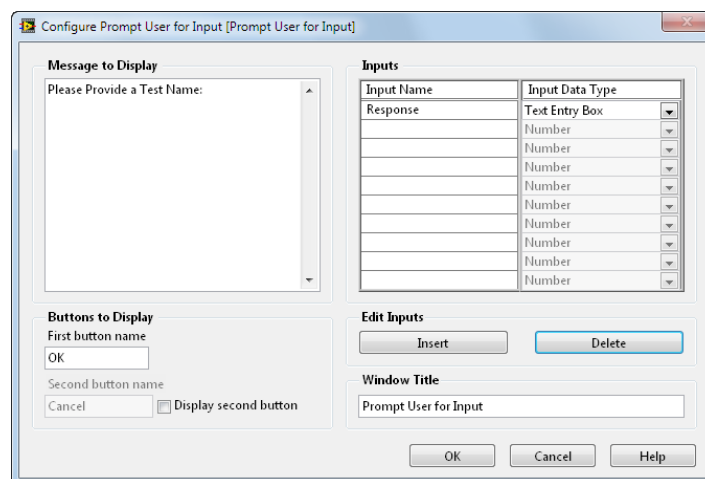

Figura 23. O VI Expresso Prompt User for Input é um modo fácil e rápido de obter
- h. Conecte a saída lilás **Response** do VI Expresso Prompt User for Input no loop While à entrada lilás **Comment** do VI Expresso Write to Measurement File conforme ilustrado na figura 23.
- i. Conecte a saída amarela **Error Out** do VI Expresso Prompt User for Input ao terminal de entrada **Error In** do VI DAQmx Start Task, conforme ilustrado na figura 23.